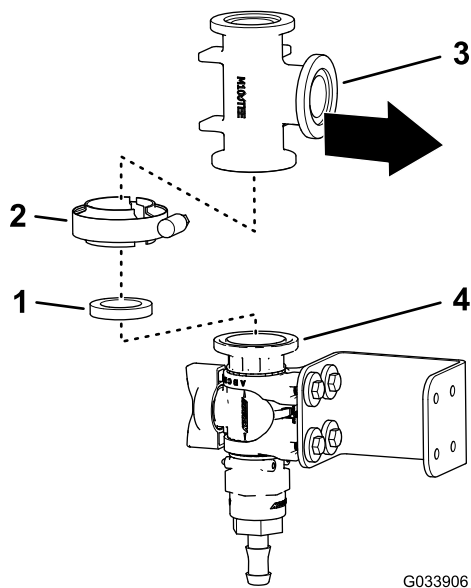
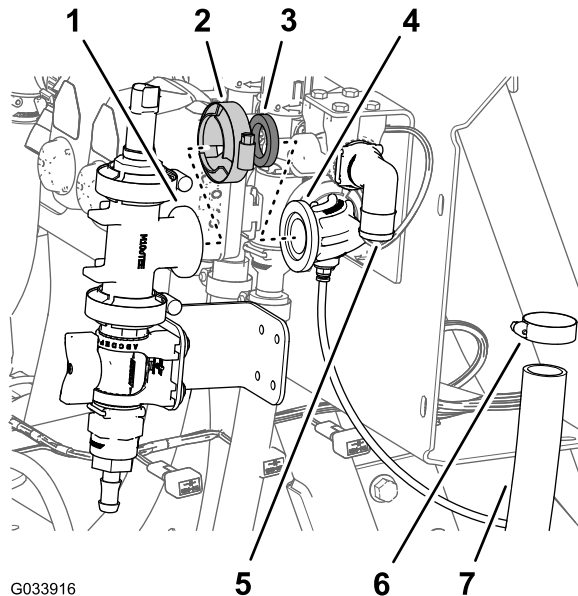
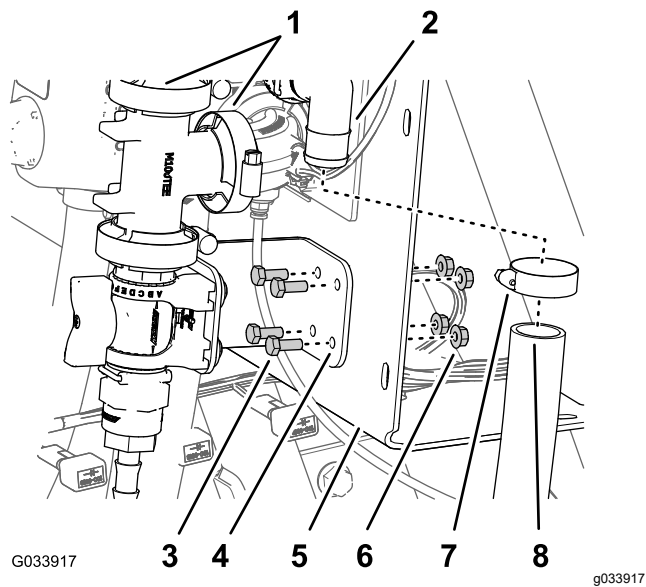

图 29
图 31
图 34
4. 如 图 29 中所示将 T 形接头的凸缘与控制阀的凸缘对齐。
5. 使用垫片和法兰夹具将 T 形接头松松地连接到控制阀上图 29。
1. 将 T 形接头的凸缘与带传感管接头的 90 度接头的凸缘对齐图 31。
2. 使用垫片和法兰夹具松松地安装 T 形接头和 90 度接头图 31
4. 从带传感管接头的 90 度接头卸下夹具、垫片和带凸缘的 T 形接头图 31。
- 将 T 形接头的凸缘与带传感管接头的 90 度接头的凸缘对齐 图 34。
2. 使用垫片和法兰夹具松松地安装 T 形接头和 90 度接头 图 34
4. 用手拧紧固定控制阀和 T 形接头 图 29 的法兰夹具以及将 T 形接头固定至带传感管接头的 90 度接头的法兰夹具 图 31 和 图 34。